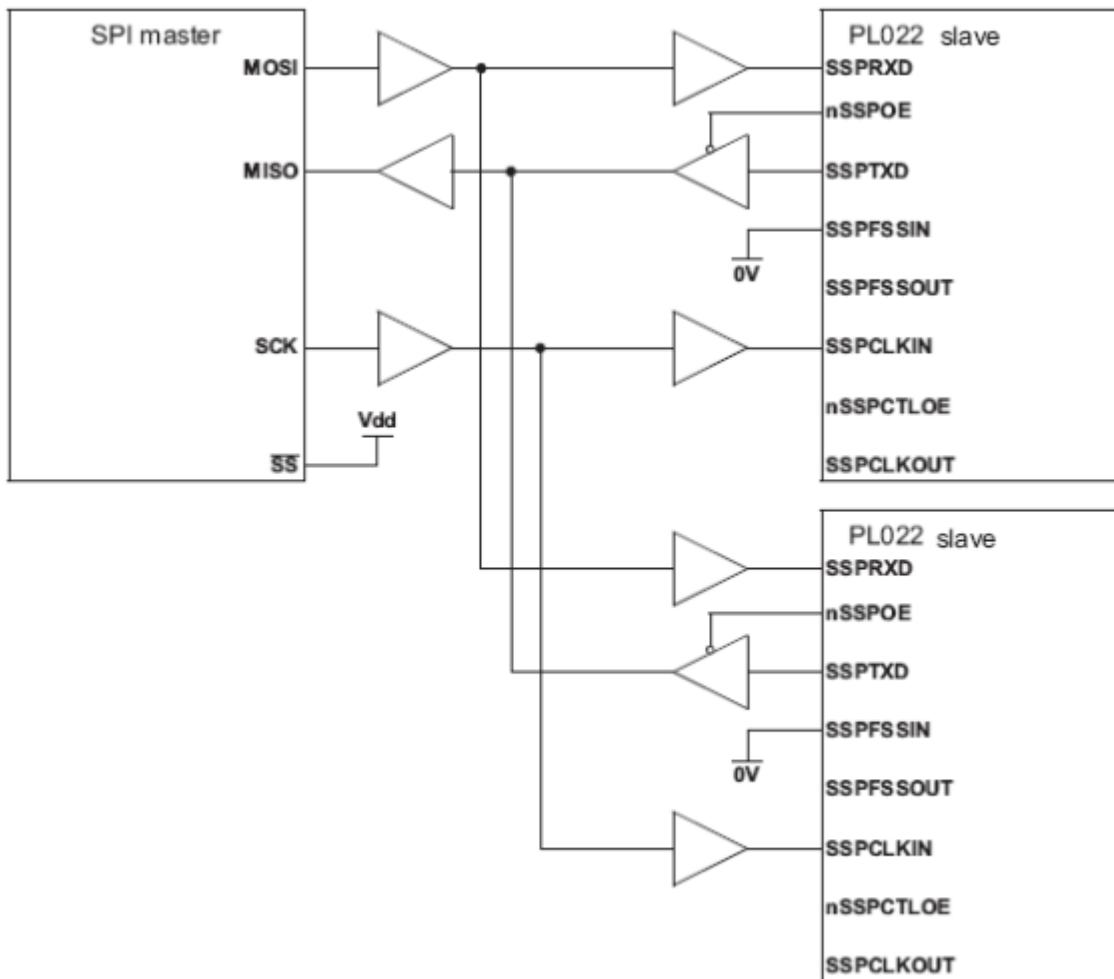

Рисунок 77 Ведущее устройство, поддерживающее протокол SPI подключено к двум ведомым модулям SSP
Рисунок 77 показывает ведущее устройство, поддерживающее протокол SPI фирмы Motorola, соединенное с двумя модулями SSP, сконфигурированными для работы в ведомом режиме. Линия Slave Select (SS) ведущего устройства в этом случае установлена в высокий логический уровень. Ведущее устройство осуществляет передачу данных по линии MOSI циркулярно в адрес двух ведомых модулей.